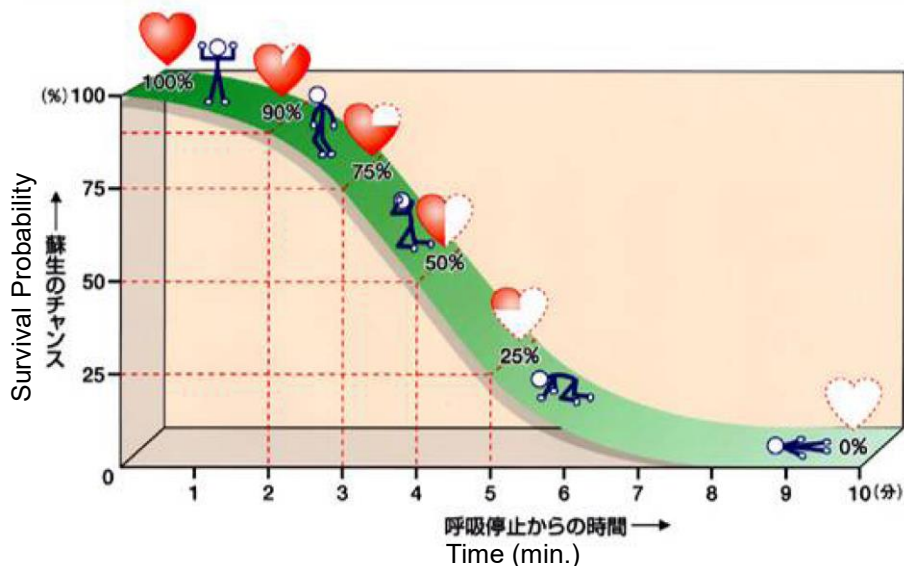

Fig. 3. ドリンカーの救命曲線 (東京大学低温センター「保安技術テキスト」から抜粋)
- c) 蘇生機会の急激低下： 酸欠による呼吸停止からの蘇生のチャンスは呼吸停止後 3～5 分で急激に低下し、7 分以上でほとんどゼロとなる (Fig. 3)。特に酸素濃度が低い場所に晒されている時間が長いほど死亡する確率は高く、数秒で生死を分ける場合もある。また、たとえ蘇生しても、言語障害、運動機能障害、視野狭窄、幻覚、ノイローゼなどの後遺症が残る場合が多い。
Sharp Drop in Resuscitation Opportunity: A chance of resuscitation decreases rapidly in 3~5 minutes after the stop of breathing, and becomes zero above 7 minutes (Fig. 3). Even if a person is resuscitated, he has sometimes after effects of disease such as speech impediment, motility disturbance, narrowing of visual field, hallucination, neurosis.